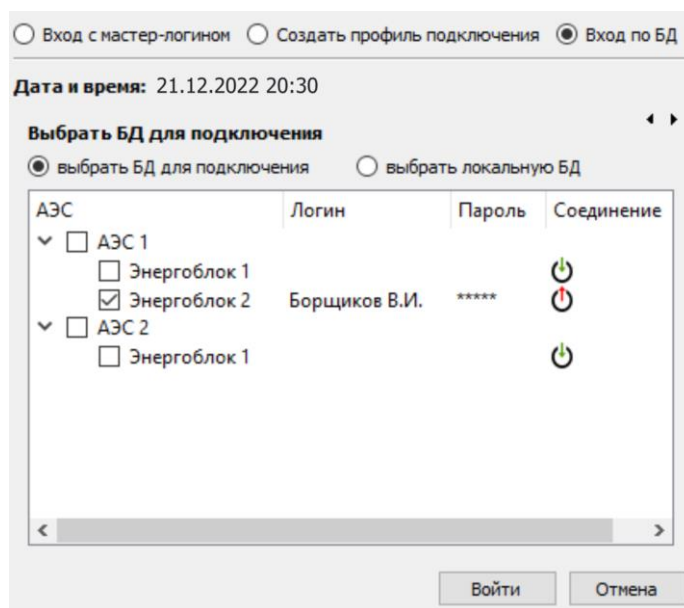

Рисунок 3.3 — Окно авторизации. Вход в систему без мастер-аккаунта
3.1.3 Для входа в систему без создания мастер-аккаунта необходимо выбрать режим «Вход по БД» (рисунок 3.3).